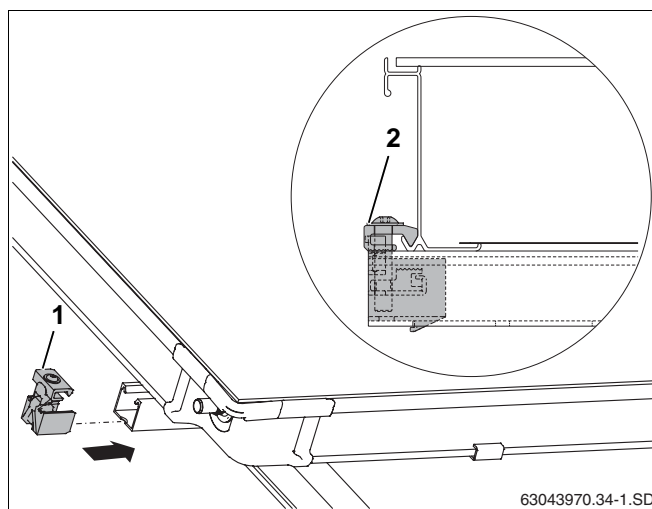

Bild 52 Ensidig panelklämma till vänster
- ▶ Skjut in de ensidiga panelklämmorna (bild 52, **pos. 1**) i den övre och undre profilskenan.
- ▶ Skjut panelklämman ända till solpanelsramen och skruva fast med nyckel SW5 (bild 52, **pos. 2**).
Nedhållaren (bild 52, **pos. 2**) på panelklämman griper nu tag i den nedre solpanelskanten.